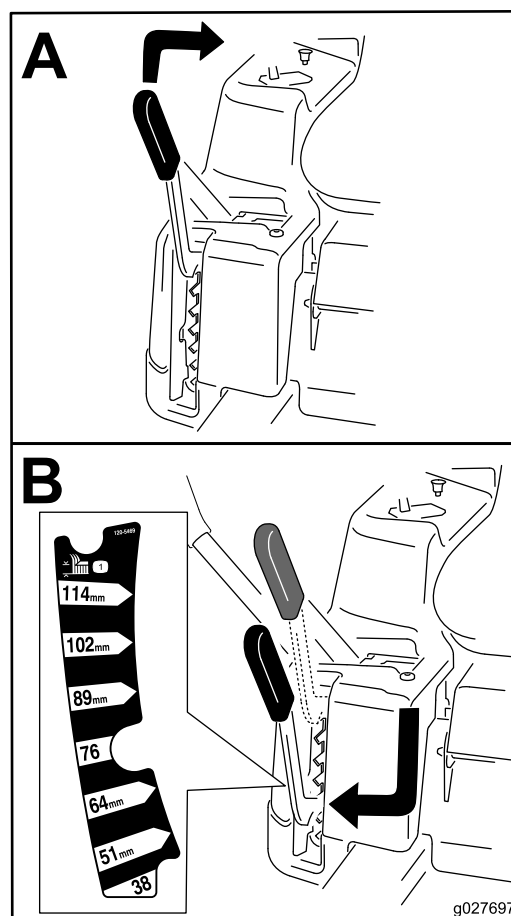

Figura 14
**Nota:** La posizione di trasferimento prevede l'altezza di taglio massima o pari a 115 mm come mostrato nella Figura 14.